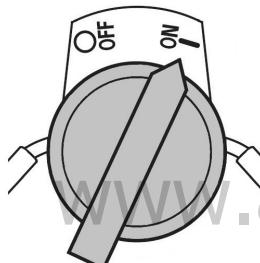

Рис. 21 Выключатель зажигания
- Выключатель зажигания переведите в положение «ON» (Включено) (Рис. 21).
При возникновении аварийной ситуации, для экстренной остановки двигателя переведите выключатель зажигания двигателя в положение «OFF» (Выключено) (Рис. 21).
- Переведите выключатель зажигания в положение «OFF» (Выключено) (Рис. 21).